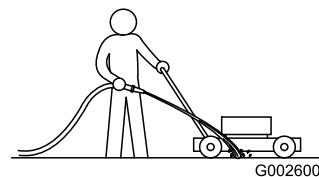

Bild 21
4. Halten Sie einen Gartenschlauch auf Holmhöhe und spritzen Sie einen Wasserstrahl vor das **rechte Hinterrad** (Bild 21).